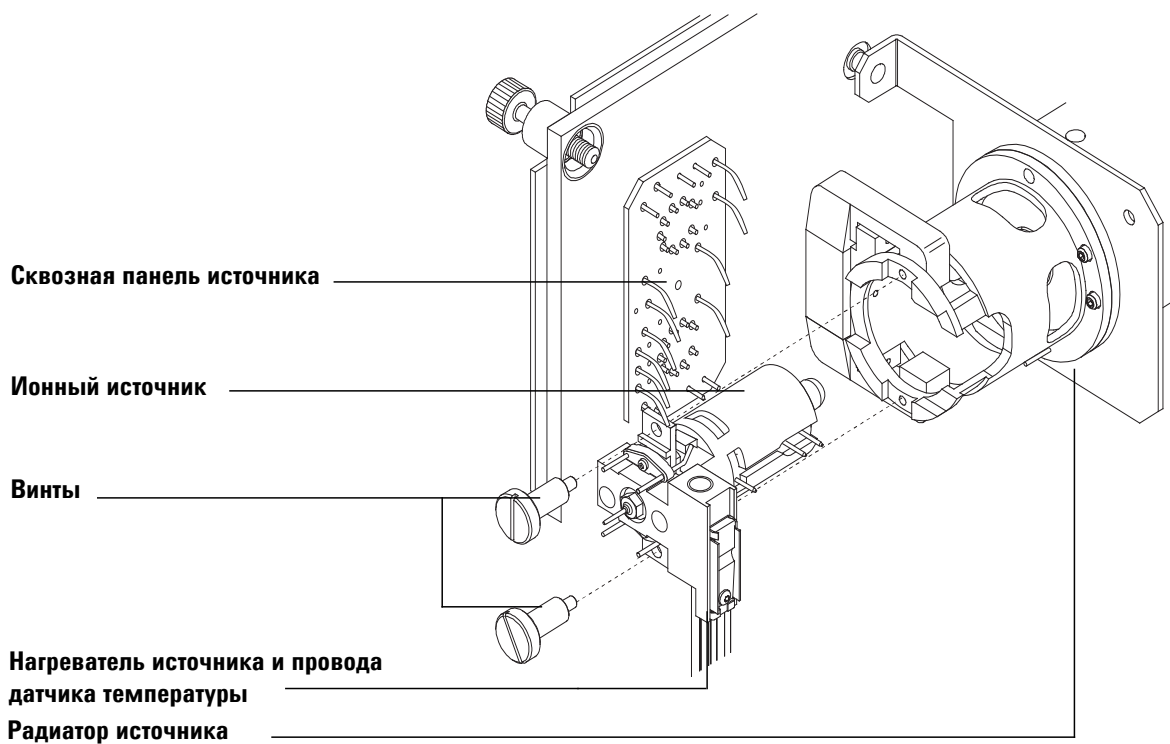

Рис. 22 Извлечение ионного источника ЭУ
- 3 Отсоедините провода от ионного источника. Не сгибайте провода больше, чем необходимо (Рис. 22 и Таблица 16).
- 4 Проследите, как идут провода нагревателя ионного источника и температурного датчика к сквозной панели. Отсоедините их от панели (Рис. 22).